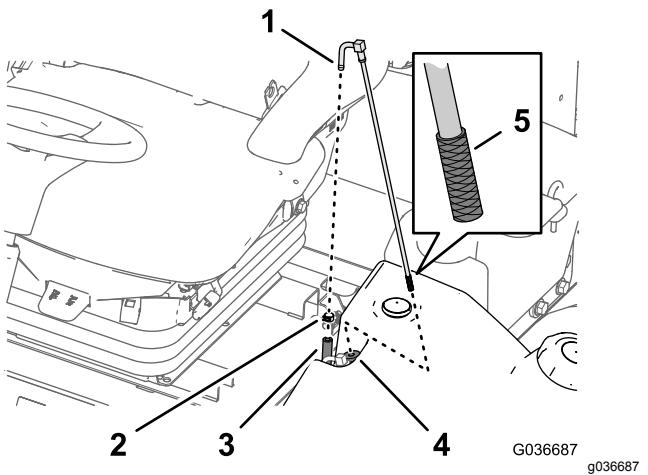

Figure 46
1. Retirez le collier qui fixe le flexible de carburant au raccord du tube d'aspiration (Figure 46).
2. Débranchez le flexible du raccord (Figure 46).
3. Soulevez et déposez le tube d'aspiration du réservoir de carburant (Figure 46).
4. Nettoyez les débris éventuellement présents sur la crêpine au bout du tube d'aspiration de carburant (Figure 46).
5. Insérez le tube d'aspiration dans la bague de caoutchouc et dans le réservoir de carburant (Figure 46).